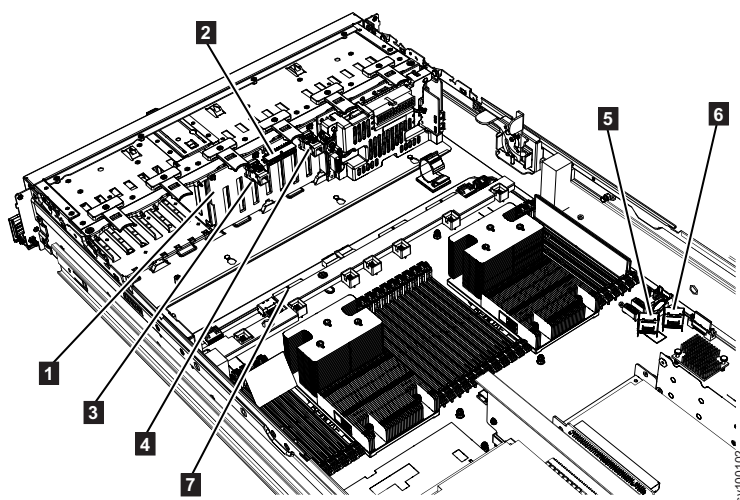

图 90. 2145-SV1 SATA 驱动器底板和接口
9. 从 SATA 驱动器底板断开所有电缆的连接。第 107 页的图 90 显示了 SATA 驱动器底板和接口的位置。